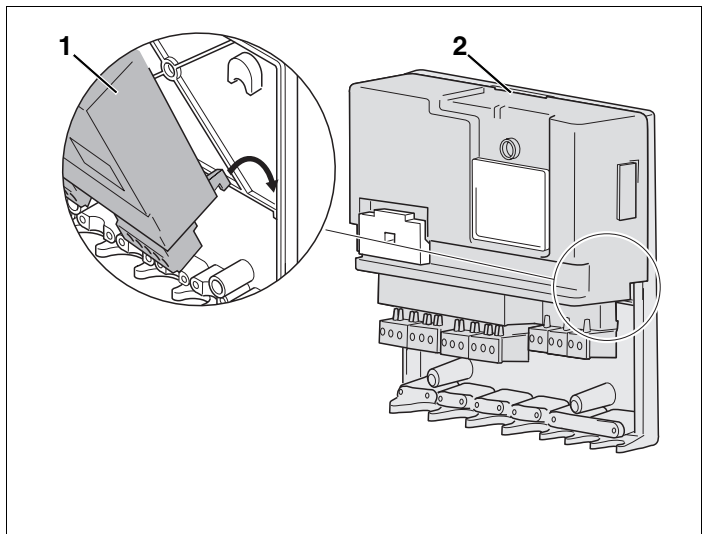

Abb. 3 Funktionsmodul einsetzen und einrasten lassen
- Funktionsmodul (Abb. 3, **Pos. 1**) in den Wandhalter zuerst unten einsetzen und am Verschluss (Abb. 3, **Pos. 2**) einrasten lassen.